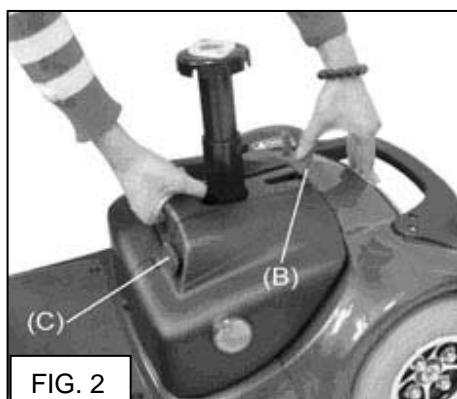
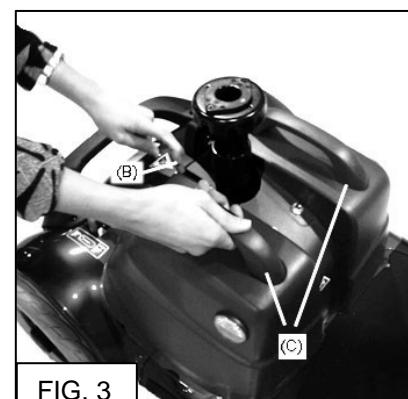

FIG. 2
FIG. 3
Presione la Palanca de Liberación (B) hacia atrás y tire del Tirador de la Unidad de Batería (C) para sacar las baterías del Scooter. Precaución: las baterías son pesadas y las que incorpora el **Scooter ST2** (Vea Fig. 2) son diferentes al del **Scooter ST3** (Vea Fig. 3). Recuerde que en el **Scooter ST3** hay que sacar primero la batería derecha y después la batería izquierda. Cuando levante las baterías use una postura correcta de elevación para evitar lesiones. Pida ayuda si lo necesita.